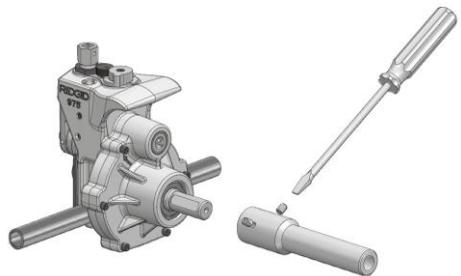

Figura 4 – Instalação da barra adaptadora
1. Instale a barra adaptadora sobre o eixo de acionamento da ranhuradora de tubos (*veja a Figura 4*). Alinhe os parafusos de ajuste com as partes planas do eixo de acionamento da ranhuradora de tubos e aperte firmemente.